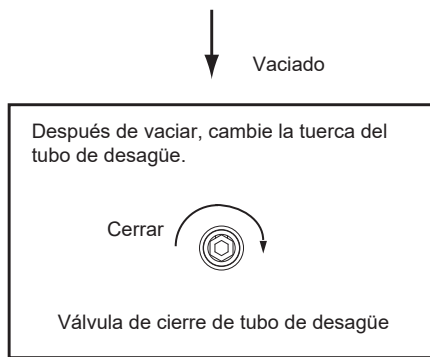

Fig. 4-2
- Vaciado: Si es necesario limpiar, desplazar, etc. la unidad, se debe vaciar el tanque. Método: Consulte Fig. 4-2: